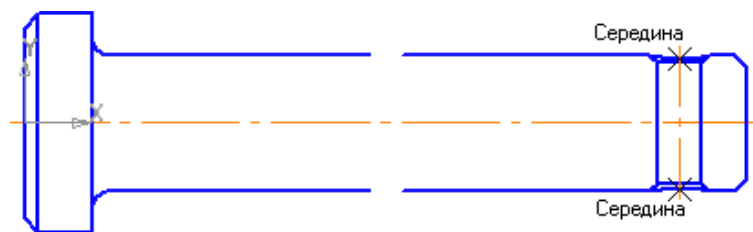

Рисунок 19.
- С помощью команды Осевая линия по двум точкам на инструментальной панели Обозначения  постройте осевую линию отверстия (рис. 19)